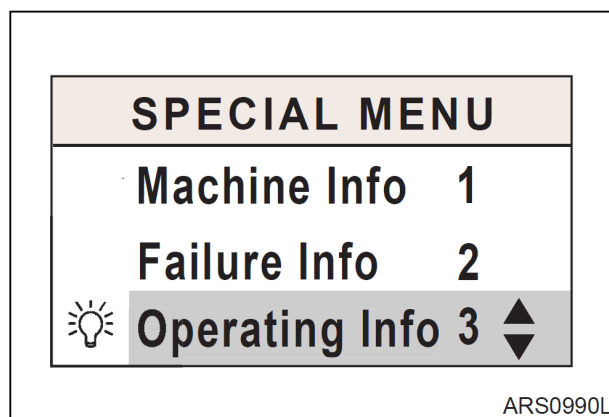
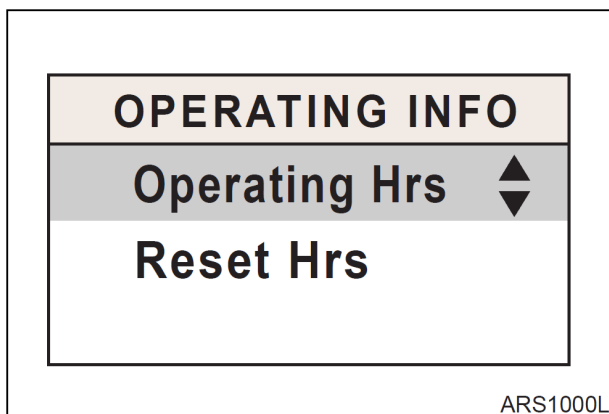

Рис. 37
Рис. 38
A. Вход в подменю: Когда курсор находится на "**Operating Info**" экрана специального меню (рис. 37), то нажатие кнопки **ENTER** (↵, 3 на рис. 18) позволяет отобразить подменю "**Operating Info**" (рис. 38).